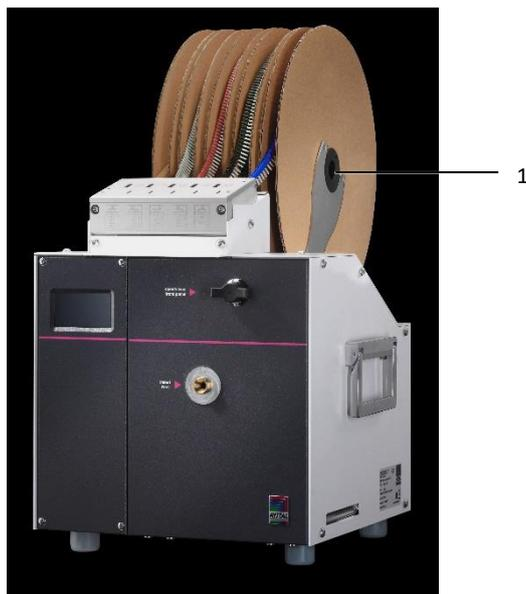

Fig. 8: Posizione bobina puntalini
- Disporre la bobina (fig. 8, pos.1) in modo da assicurarne lo srotolamento dal basso verso l'alto.